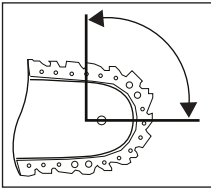

Fig. 1
- En algunos casos, el contacto con la punta de la espada puede causar una reacción inesperada de retroceso que provoca que la espada **16** se eleve en dirección al usuario (consulte la fig. 1).